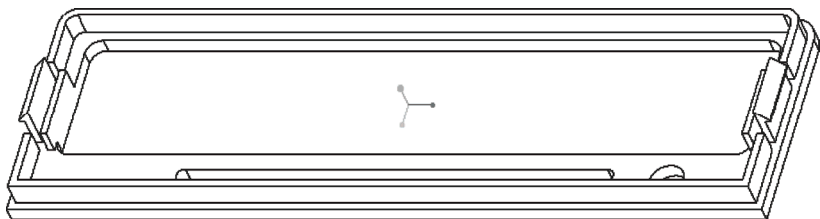

图 12-50 模型效果
- 6) 在“拉伸”选项卡中单击  (完成) 按钮，得到的模型效果如图 12-50 所示。